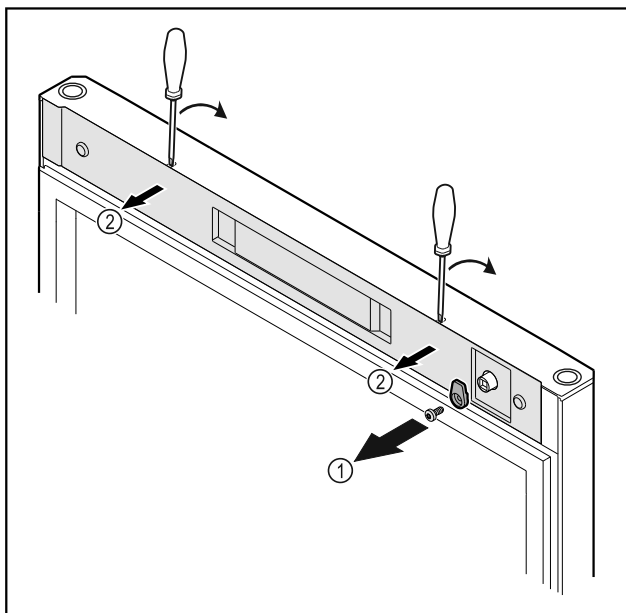

Fig. 19
- Sluithaak Fig. 19 (1) losschroeven.
- Afdekking Fig. 19 (2) met een kleine schroevendraaier losmaken en verwijderen.